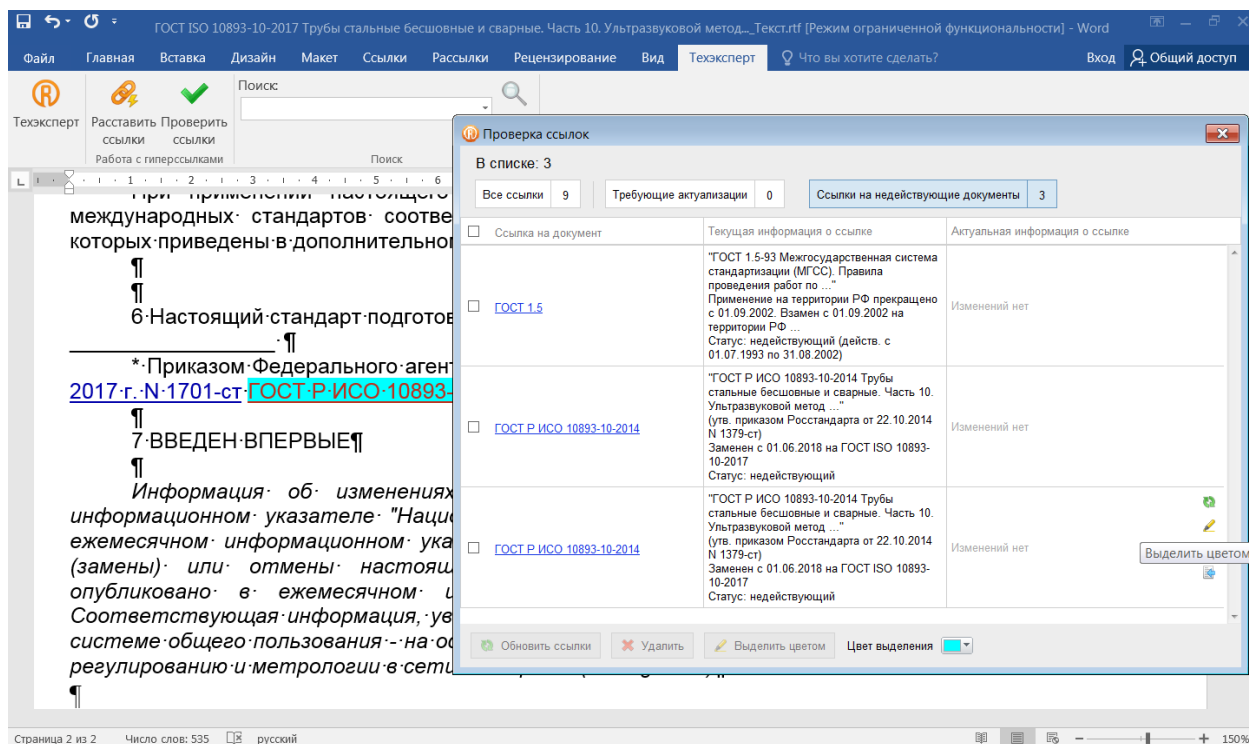

Рис. 16.2. Проверка гиперссылок, выделение ссылок цветом
5. После расстановки гиперссылок можно их проверить. Для этого надо нажать кнопку «Проверить гиперссылки». Поверх текста откроется окно с таблицей, в которой будет представлен список из всех расставленных ссылок, классифицированных по типам: все ссылки; ссылки, требующие актуализации; ссылки на недействующие документы (рис. 16.2). Таблица содержит также все выходные данные документов (в т.ч. дату последней и предыдущей редакции документа), актуальную информацию.
6. Теперь выделим цветовым маркером в тексте ссылки на недействующие документы. Для этого нужно выбрать вкладку таблицы «Ссылки на недействующие документы», выбрать внизу страницы понравившийся цвет маркера, навести курсор на нужный документ из списка и нажать пиктограмму «Выделить цветом» (рис. 16.2).